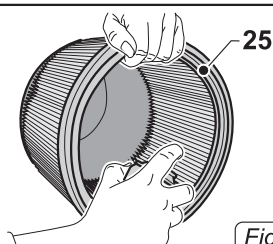

Fig. 15
- Nettoyer le filtre (25 Fig. 15) de l'intérieur vers l'extérieur avec un jet d'air. S'il est trop encrassé, le remplacer.